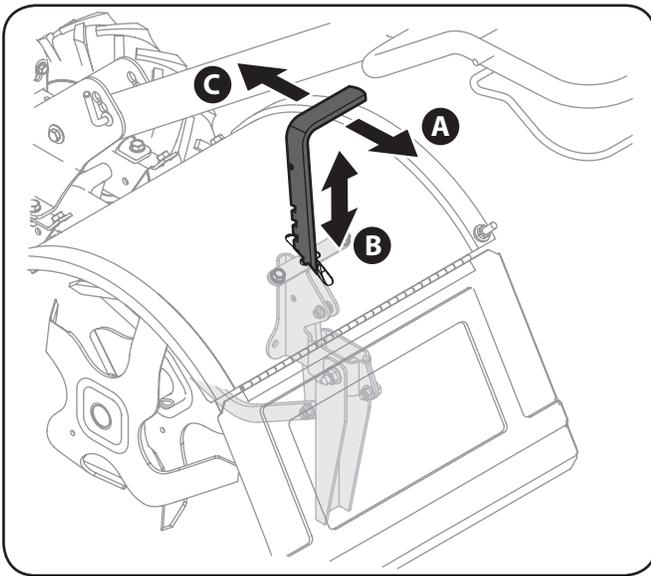

Figure 5-1
Déplacez le levier de réglage de la profondeur vers l'arrière (A) et poussez le levier vers le bas (B) pour l'enclencher dans l'encoche la plus haute. Voir Figure 5-1. Relâchez le levier (C).
Pour ajuster la tige de profondeur, déplacez le levier de réglage de la profondeur (A) vers l'arrière, tirez-le vers le haut ou poussez-le vers le bas (B) à la position désirée, puis relâchez le levier (C). Voir Figure 5-1.